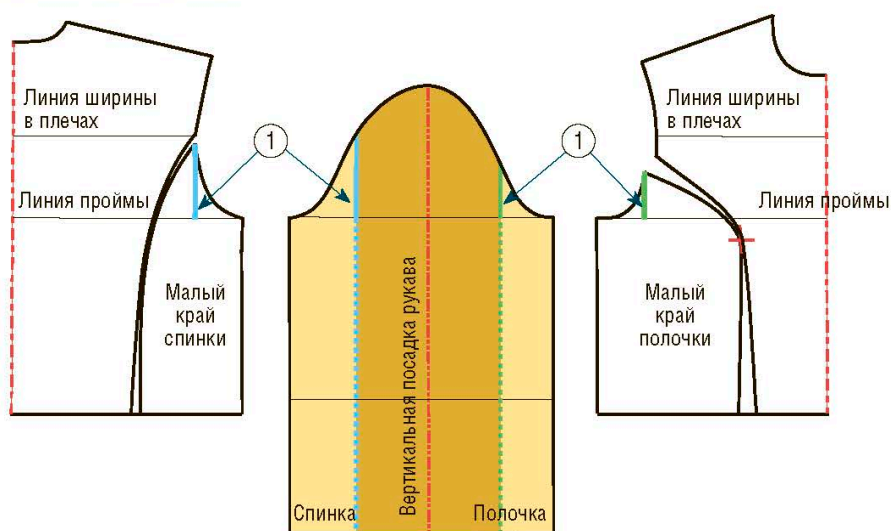
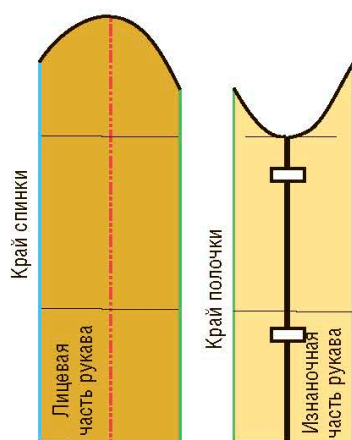

Рис. 2
Рис. 3
① На базовой выкройке рукава, на которой обозначены глубина и обхват проймы (см. стр. 98), отложите высоты изгибов пройм малых сторон спинки и полочки на головке рукава (см. рис. 2). Очевидно, что базовая выкройка должна быть уже преобразована. Затем продлите отложенные линии высот до нижней части рукава.
Разрежьте рукав по линиям, начерченным на этапе 1 построения (зеленая и голубая линии на рис. 2). Затем соедините внешние части рукава так, чтобы они формировали изнаночную часть рукава с нижней частью изгиба проймы (см. рис. 3). Зафиксируйте их при помощи липкой ленты.